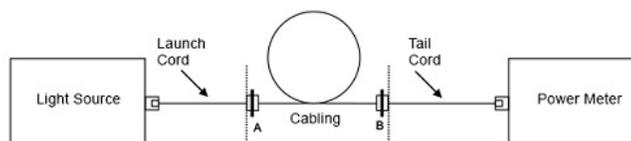

図 11. 減衰測定
- b. ケーブル配線の減衰量を測定して、基準測定の結果と比較します (図 11 参照)。